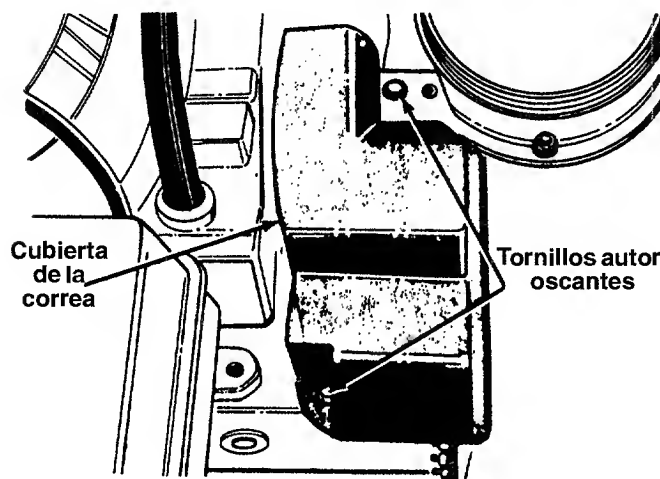

FIGURA 20
- Extraiga la cubierta plástica de la correa en la parte delantera del motor extrayendo los dos tornillos autoroscantes. Vea la figura 20.